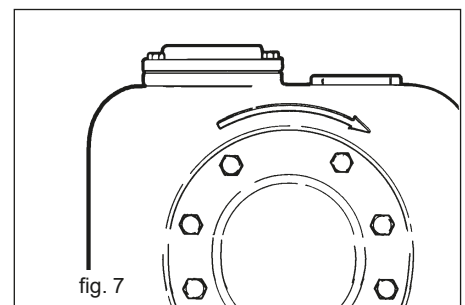

fig. 7
- serrer les boulons des tire-fonds, vérifier l'alignement comme indiqué sur la figure 7 et les régler, selon le type de joint, comme indiqué dans les paragraphes 13.10; 13.11; 13.12.
- Quand les branchements électriques sont terminés, refermer la vanne du tuyau de refoulement et contrôler si la pompe tourne dans le bon sens, comme indiqué par la flèche gravée sur le corps de la pompe à la fig. 7.
- Vider l'huile de la garniture en dévissant le bouchon 5 (fig. 7.a).
- Dévisser les vis (47) et enlever le groupe tournant comprenant la turbine (03), le porte-moteur (19), le support (16) et l'arbre (07).
- Bloquer la turbine (03), dévisser la vis (33) et enlever la rondelle (66) pour les séries ST-R2, R3 et R8 ; pour ST-R4 et R6, enlever le ressort à godet (33.1).
- Enlever la turbine (03) comme indiqué au paragraphe 13.2.
- Dévisser les écrous (57.1) du porte-moteur (19).
- Dévisser les vis (47) du support (06).
- Enlever le support (08) avec la turbine et le porte-moteur du corps de la pompe (01).